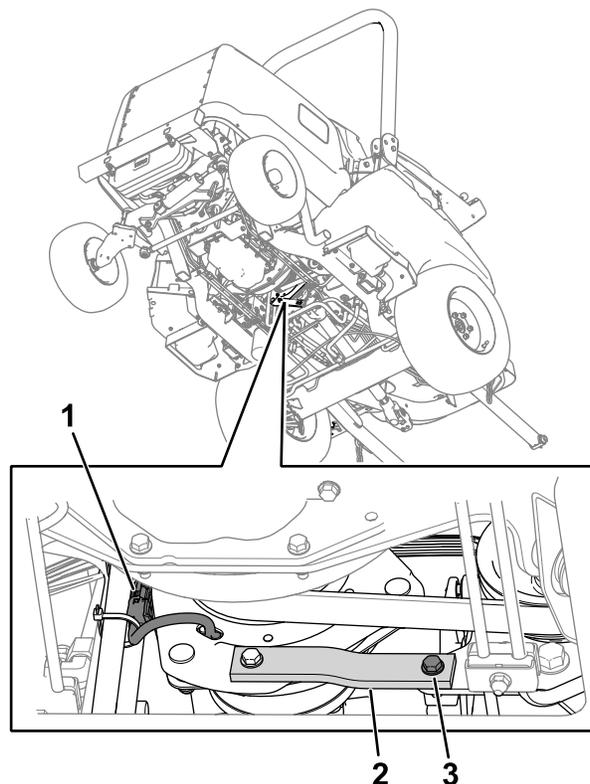

Рисунок 75
- Отсоедините разъем жгута проводов сцепления от жгута проводов машины (Рисунок 75).
- Снимите болт, шайбу и гайку с резинометаллических полос (Рисунок 75) на раме.